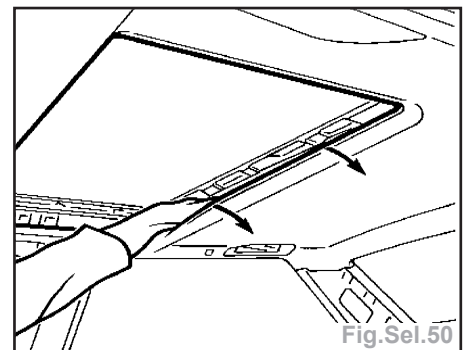

Fig.Sel.50
- Dégrafer la garniture par l'ouverture de toit ouvrant (Fig.Sel.50).